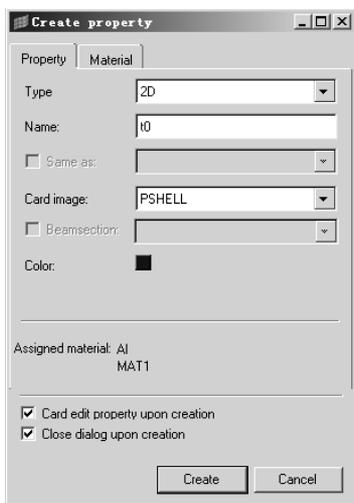

图 7-44 创建属性
(2) HyperMesh 向用户提供了针对中面结构自动提取原有几何模型厚度，并赋予各个单元属性的功能。为了实现该功能，首先需要创建名为 t_0 的 **Property**，其单元类型为 PSHELL，如图 7-44 所示。